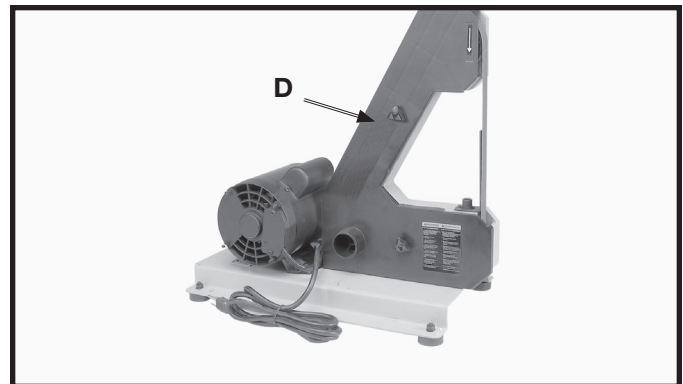

Fig. 3
3. La Fig. 3 ilustra la unidad de correa (D) ensamblada a la base.